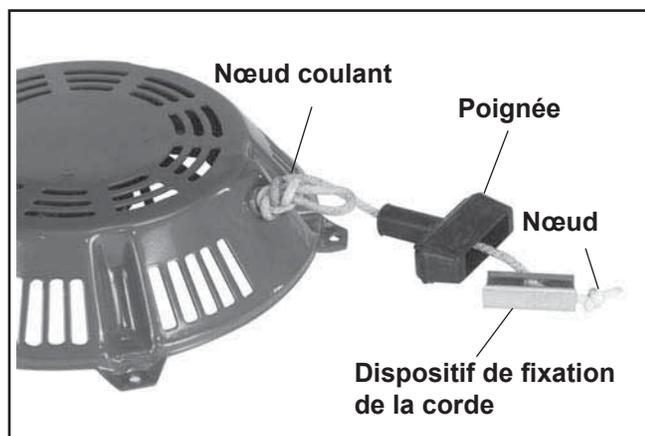

Figure 7-2. Enlèvement de la poignée du lanceur.
2. Tirer la corde de 12 pouces environ et faire un nœud (coulant) provisoire afin de l'empêcher de se rétracter dans le lanceur. Voir la Figure 7-2.